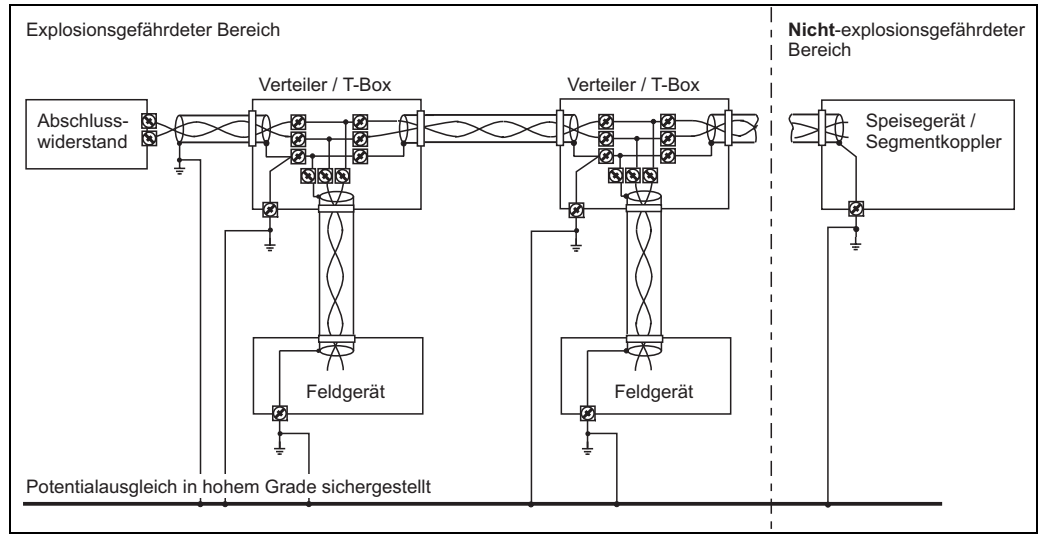
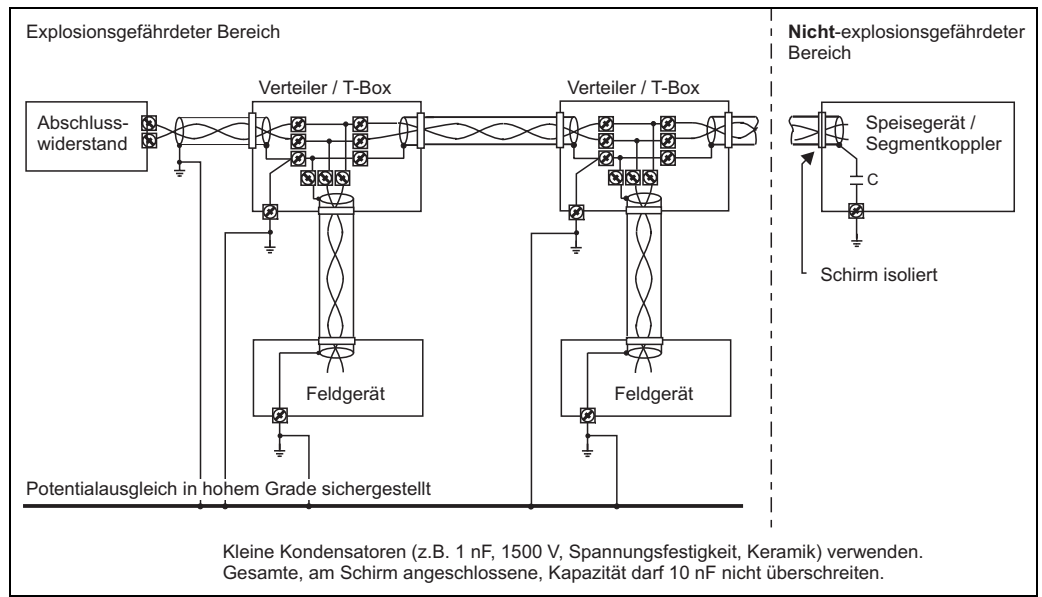

Abb. 4
Abb. 5
- Erdung des Schirms siehe Bild 4 bzw. Bild 5.